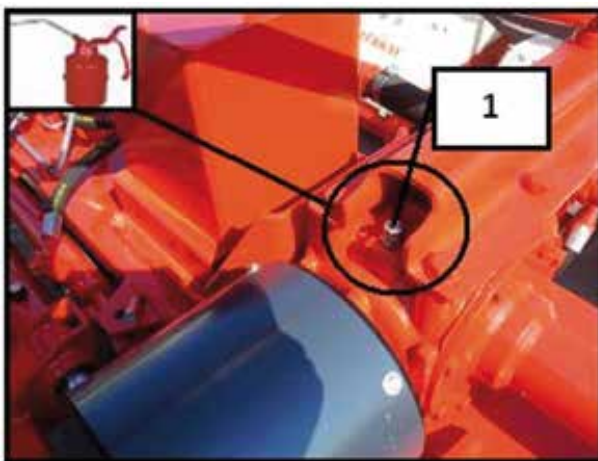

Figura 39
En el caso de que haya una reducción en el nivel de aceite, use la llave de llenado de aceite (1) para agregar aceite estándar SAE140EP/3.5 (Número de aceite: 140). (Ver Figura 39.)